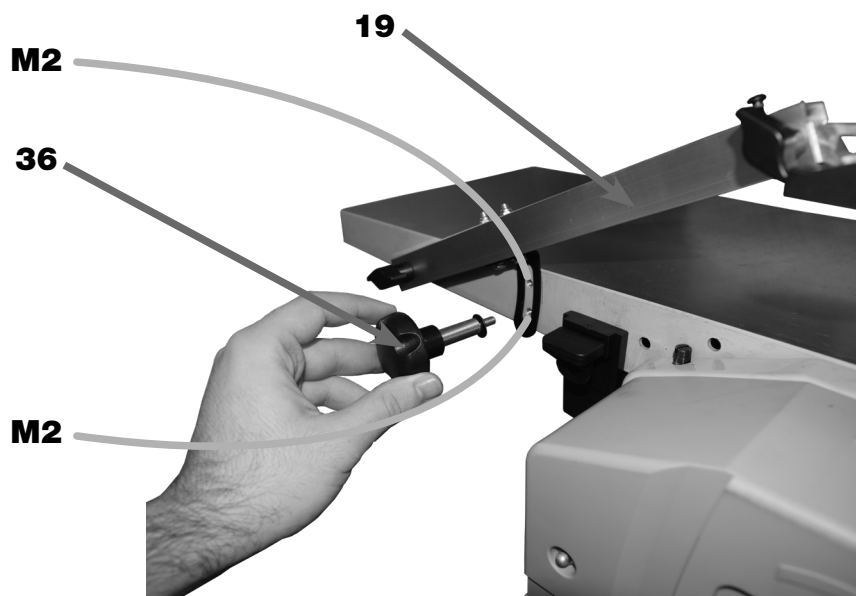

FIGURA 21 – Fixação do Parafuso de Aperto
5. FIXAR o Parafuso de Aperto (36) em um dos Furos **M2** da Mesa (06) conforme a altura desejada para o Braço Giratório (19) (figura 21).